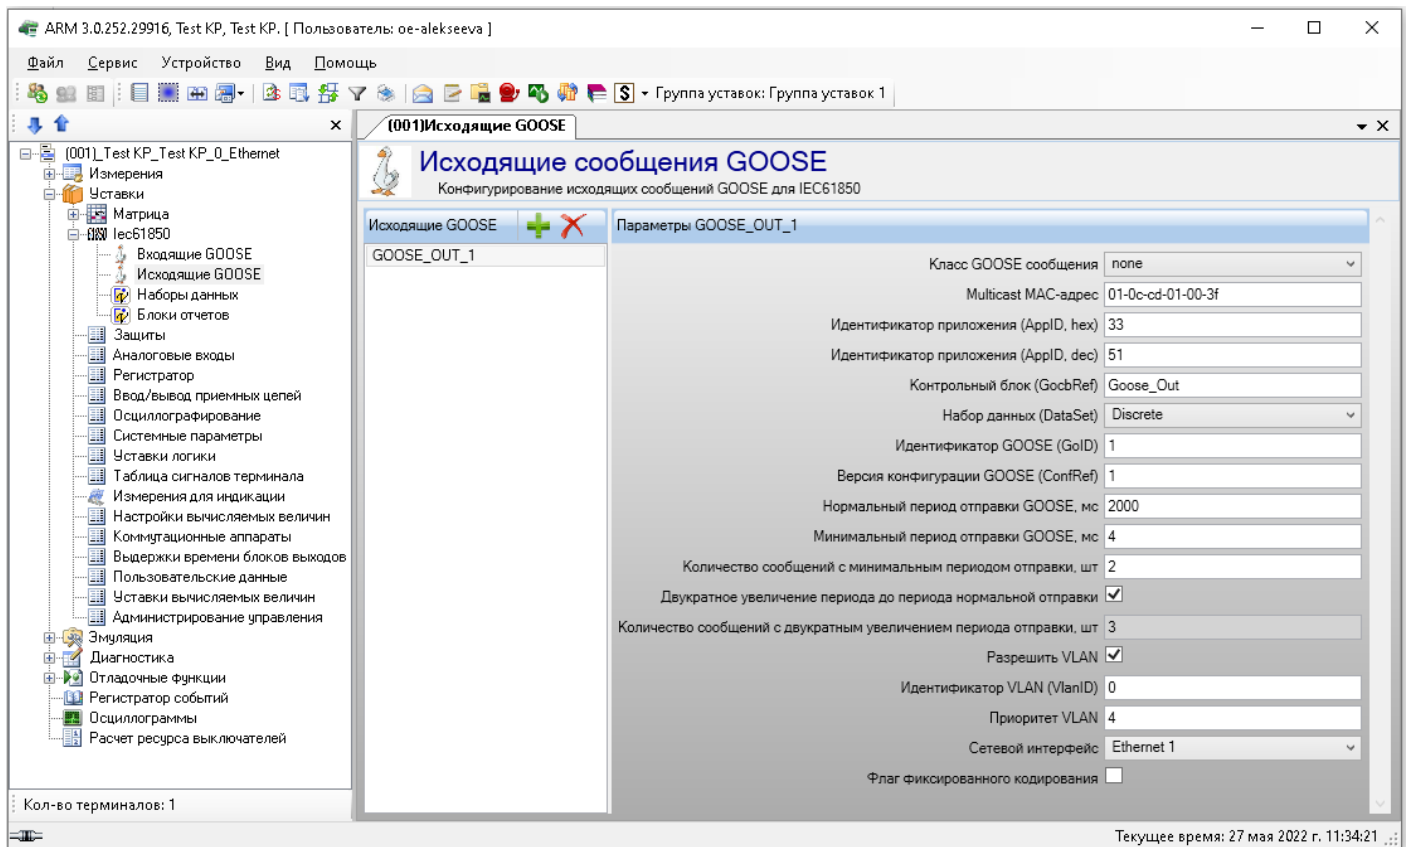

Рисунок 7.4
- б) в разделе **IEC61850** → **Исходящие GOOSE** задать параметры передаваемых GOOSE-сообщений (см. рисунок 7.4).